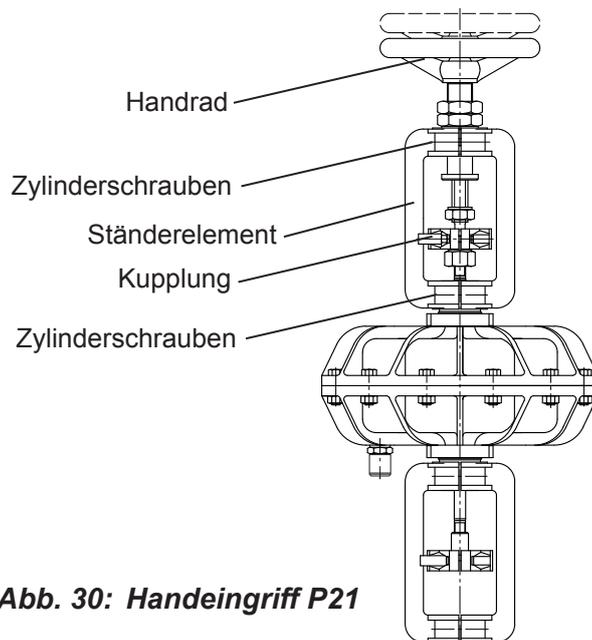

Abb. 30: Handeingriff P21
2. Entfernen Sie die Kupplung (siehe Abb. 30).